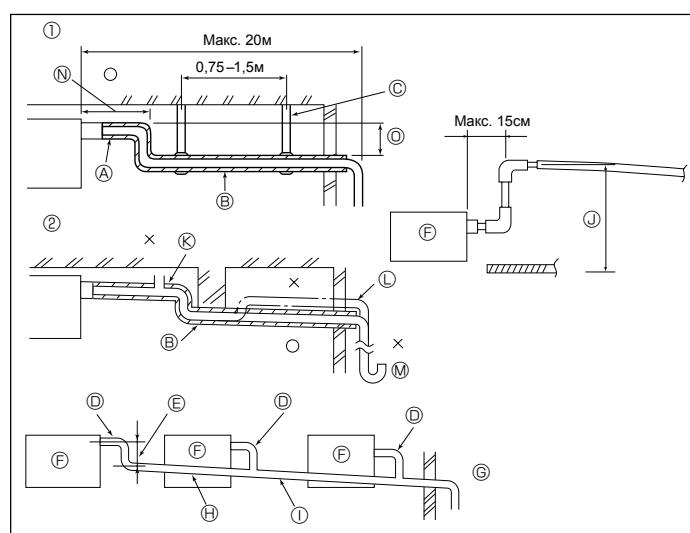

Рис. 3-4
- Наденьте поставленный кожух трубы ③ на трубу газа до тех пор, пока он не будет плотно прижат к листовому металлу внутри прибора.
- Наденьте поставленный кожух трубы ③ на трубу жидкости до тех пор, пока он не будет плотно прижат к листовому металлу внутри прибора.
- Закрепите кожух трубы ③ с обоих концов (15-20 мм) поставленными лентами ④.
- Ⓒ Лента (большая) ④ Ⓓ Теплоизоляционный материал трубы хладагента
- Ⓓ Кожух трубы ③ Ⓔ Оборачивайте плотно.
3.3. Дренажные трубы (Рис. 3-4)
① Правильное соединение труб	⑫ Выпуск воздуха
② Неправильное соединение труб	⑬ Поднятие